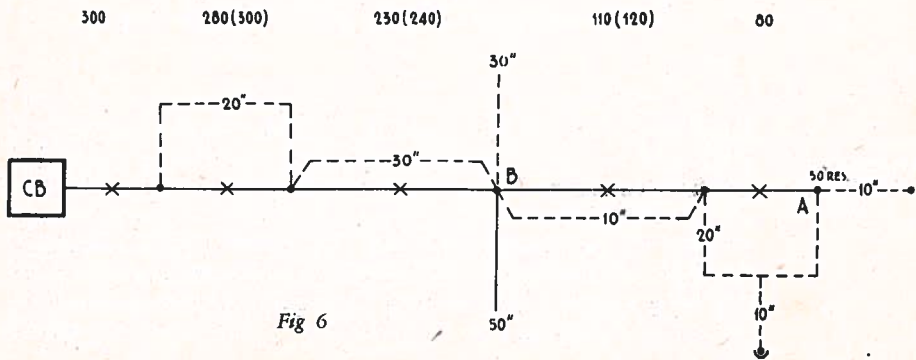

Fig 6
Wanneer we fig 6 nog eens beschouwen en we herinneren ons de theorie over de vorm van de verspreidingsweerstandskromme, dan is het duidelijk, dat we de
1 geldt voor het geval, dat de hulpstroomelektrode geplaatst is op een afstand van 14 m van de aardelektrode. Het linkerdeel van de kromme komt overeen met die van fig 6 en geeft de toeneming van de weerstand, naarmate de afstand groter wordt. Het rechter deel van de kromme, daar waar deze belangrijk stijgt, stelt het weerstandsgebied van de hulpstroomelektrode voor. Feitelijk is er geen zuiver horizontaal deel in de kromme te vinden. Dat wil niet anders zeggen, dan dat de verspreidingsweerstandsgebieden van de beide elektroden
a. In fig 6 aan te geven bij de x welke voedingskabels nodig zijn.